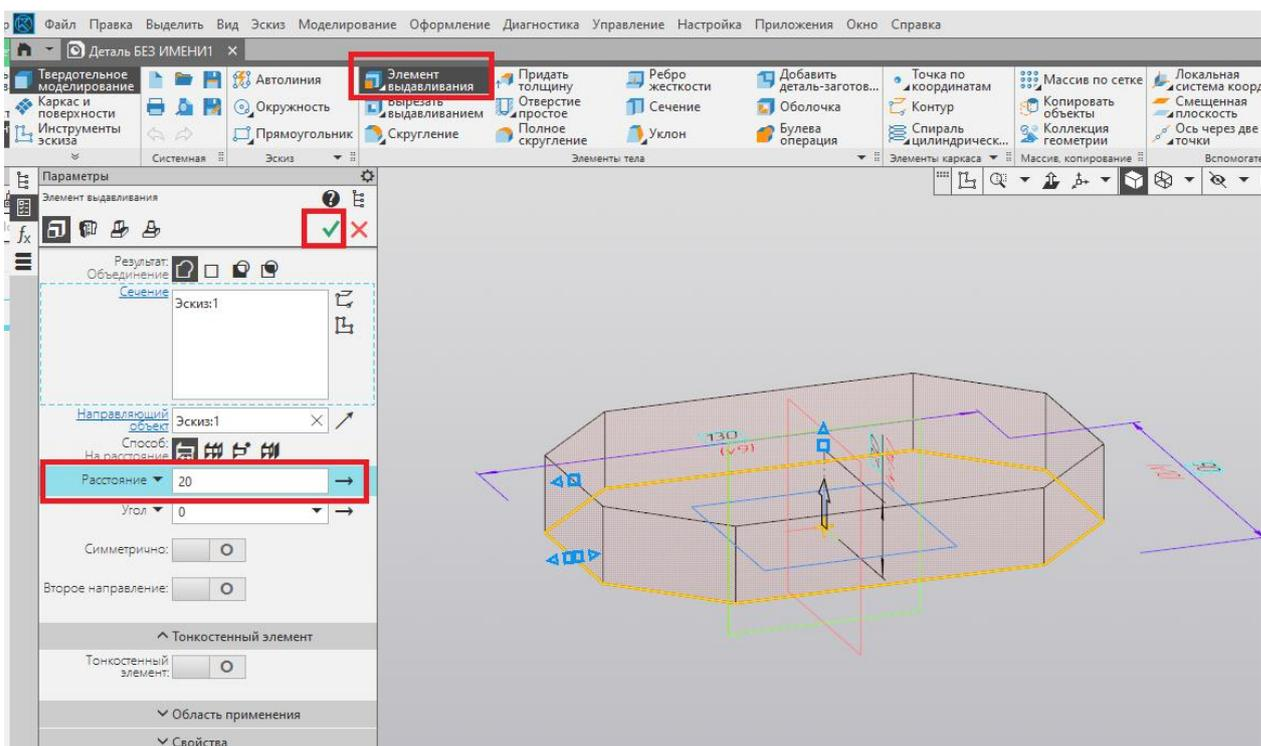

Рис. 78
6. Выдавливаем контур основания на высоту 20 мм при помощи команды «Элемент выдавливания». Завершаем выполнение команды нажатием на зелёную галочку (рис. 78).